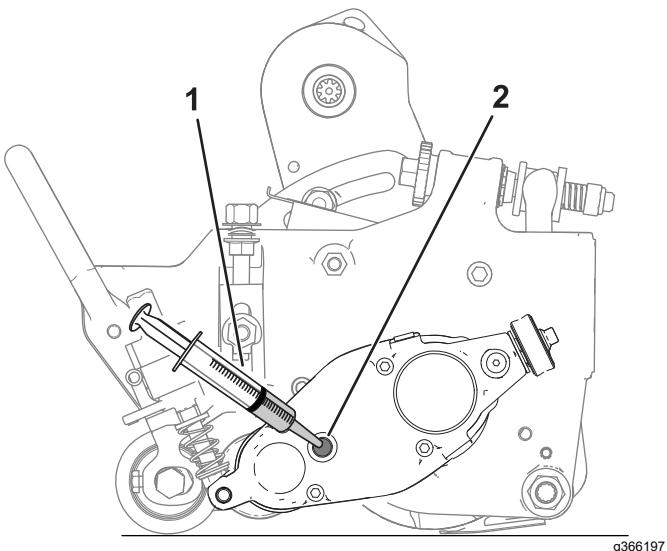

Figura 24
- 6. Abane lentamente a unidade de corte para a frente e para trás para assegurar que o óleo foi completamente drenado da caixa. Quando o óleo estiver completamente drenado, coloque a unidade de corte numa superfície nivelada como se mostra na Figura 24.
8. Utilize uma seringa (peça n.º 137-0872) para encher a caixa da transmissão com 50 cc de óleo 80–90W (Figura 24).